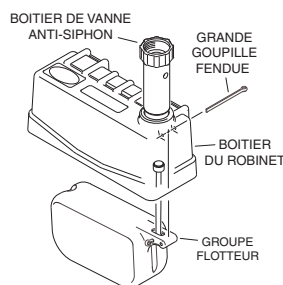

Figure 3
4. Placez le groupe flotteur à l'intérieur du boîtier de robinet puis faites glisser la grande goupille fendue de 2 pouces 1/4 à travers le boîtier et le groupe flotteur (voir figure 3). Écartez légèrement les extrémités de la grande goupille fendue à l'aide des pincettes. Lorsqu'il est correctement monté, le groupe flotteur doit pivoter sans accrocher autour de la goupille fendue à l'intérieur du boîtier de robinet.